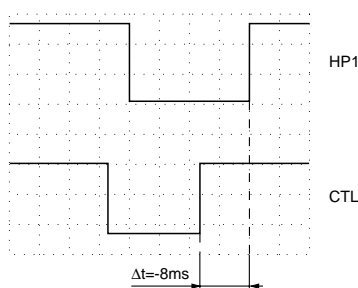

Fig. 23
- Codenummer ④ ⑨ ③ ④ eingeben und die Taste **OK** drücken (im Display erscheint "SERV").
- Mit den Trackingtasten den Zeitabstand zwischen dem Kopfschaltimpuls und der steigenden Flanke des CTL-Impulses auf  $\Delta t = -8\text{ms}$  (Fig. 23) einstellen.
- Enter the code number ④ ⑨ ③ ④ and press the **OK** button ("SERV" is indicated in the display).
- Using the Tracking Buttons set the time interval between the head pulse and the rising edge of the CTL pulse to  $\Delta t = -8\text{ms}$  (Fig. 23).